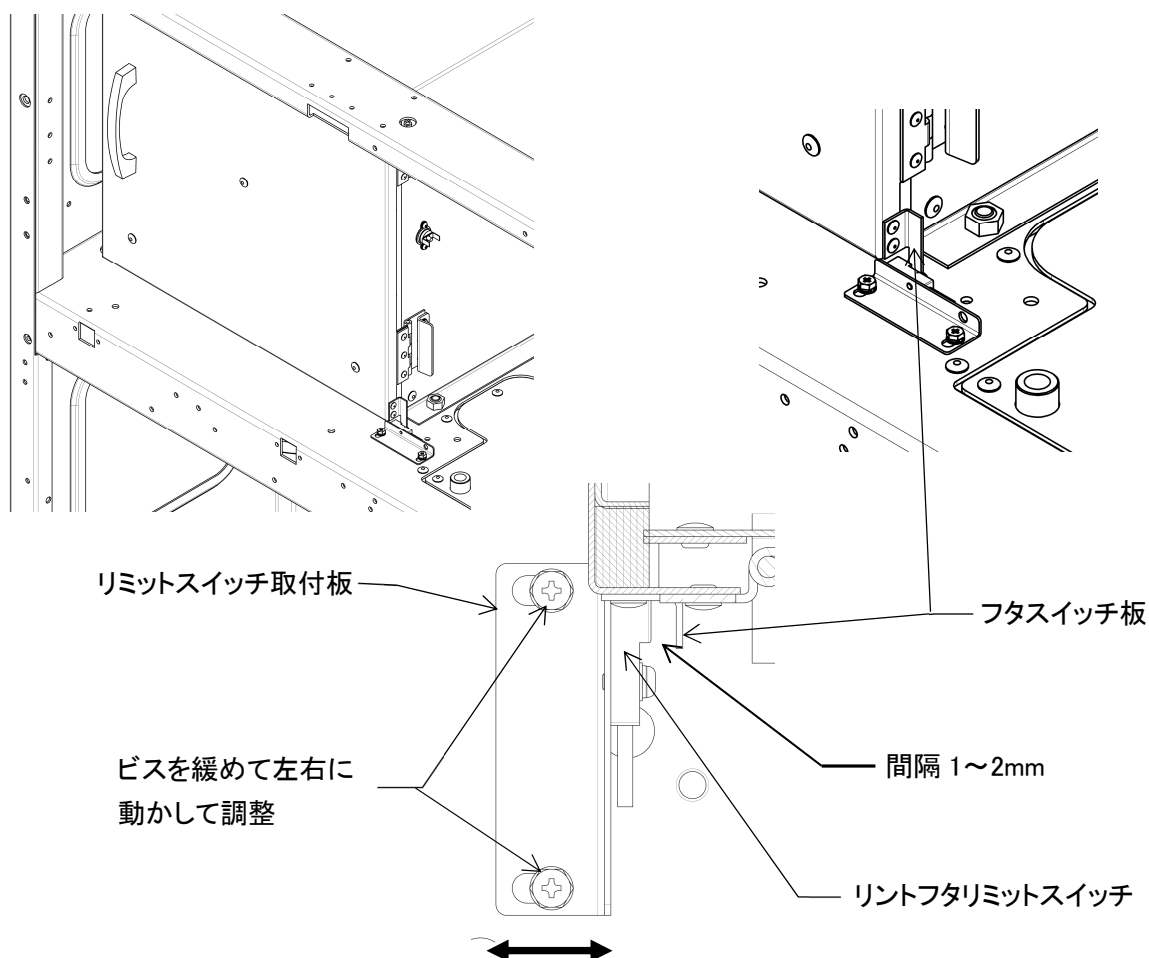

図 8-27
8. 3. 16 リントフタリミットスイッチ (図 8-27)